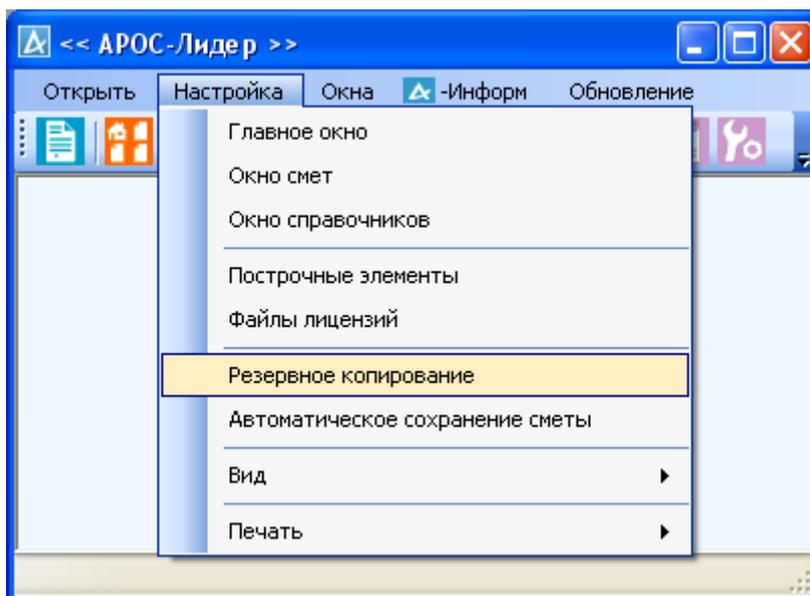
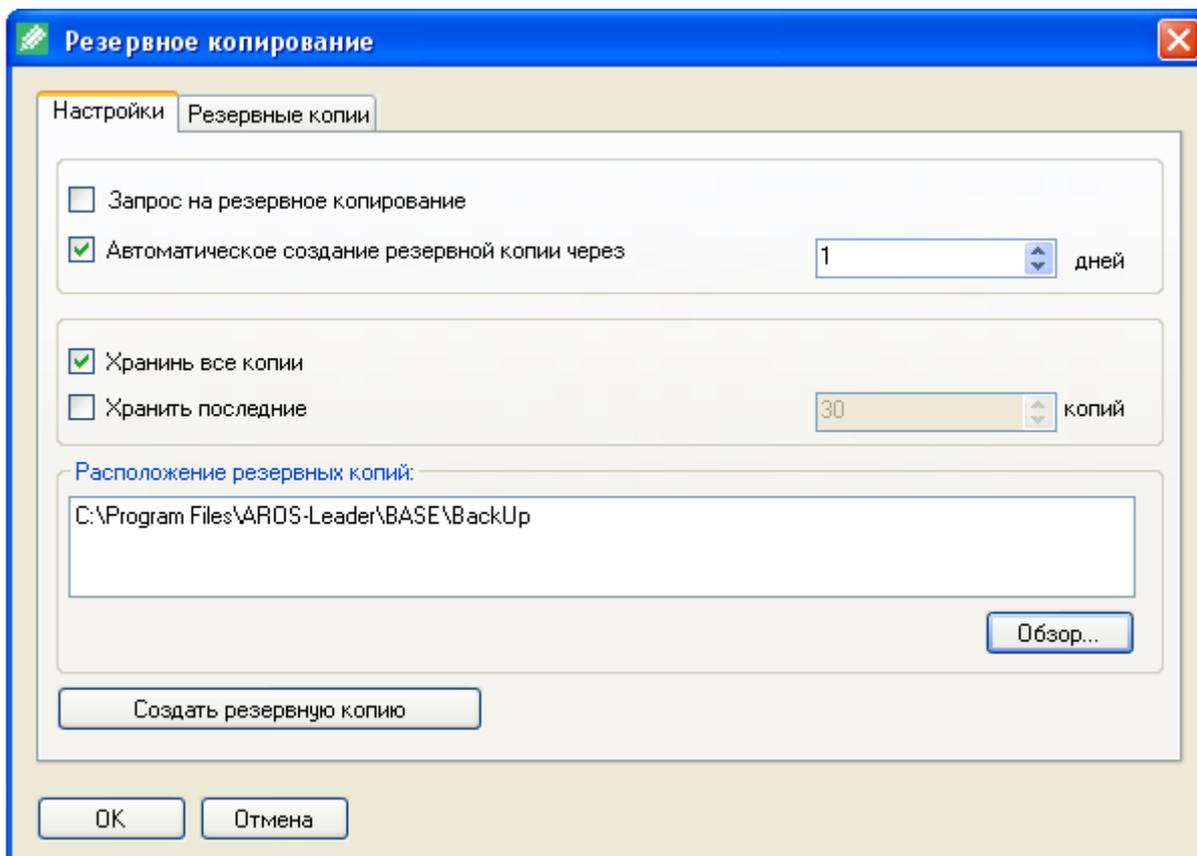
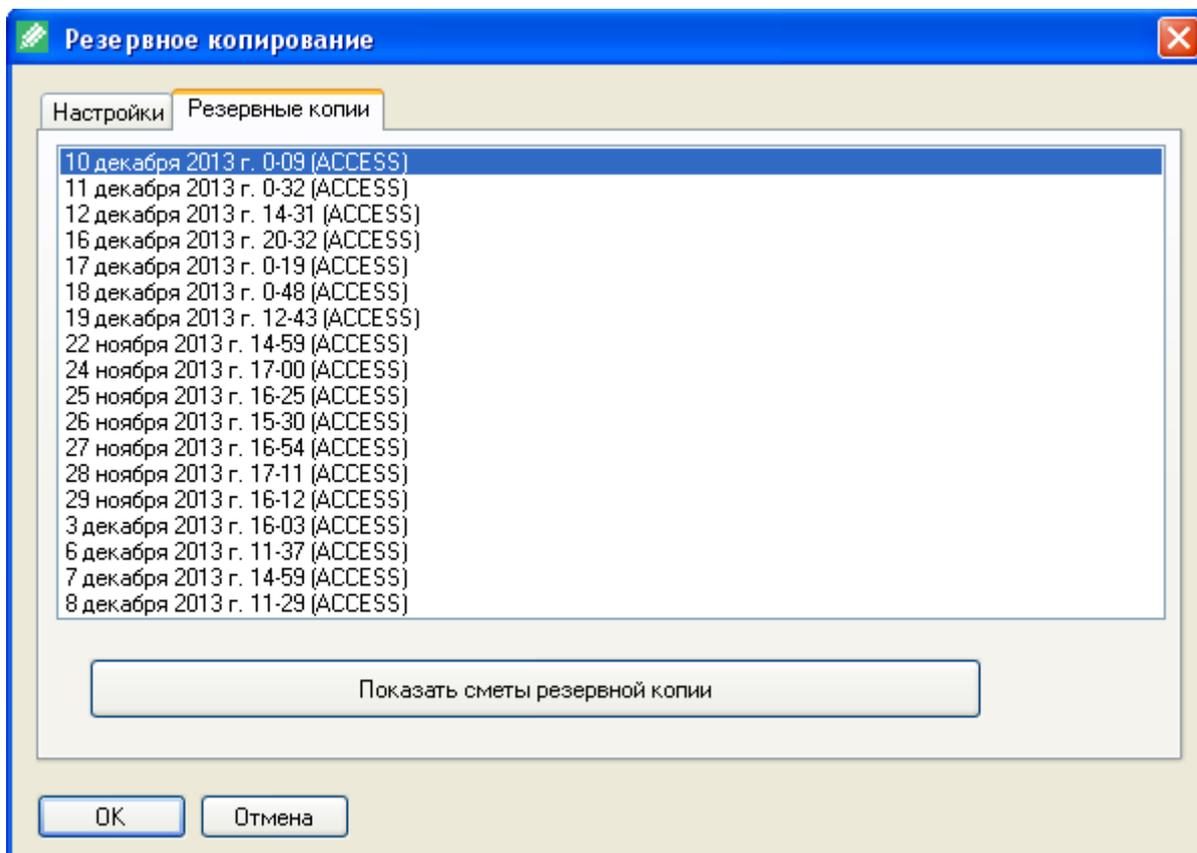

Рис. 16.7. Меню «Настройка»
Рис. 16.8. Окно «Резервное копирование»
Рис. 16.9. Окно «Резервное копирование», закладка **Резервные копии**
Настройки резервного копирования находятся в меню «Настройка» - подменю «Резервное копирование» (рис. 16.7).
При выборе меню, открывается окно «Резервное копирование» (рис. 16.8).
1. Войти в меню «Настройка» - подменю «Резервное копирование» (рис. 16.7). При выборе меню, открывается окно «Резервное копирование» (рис. 16.8). В этом окне выбираем закладку **Резервные копии** (рис. 16.9).
2. Выбираем нужную резервную копию (очень удобно, каждая резервная копия имеет дату и время создания) и нажимаем кнопку **Показать сметы резервной копии** (рис. 16.9). Открывается окно со сметами на рис. 16.10.